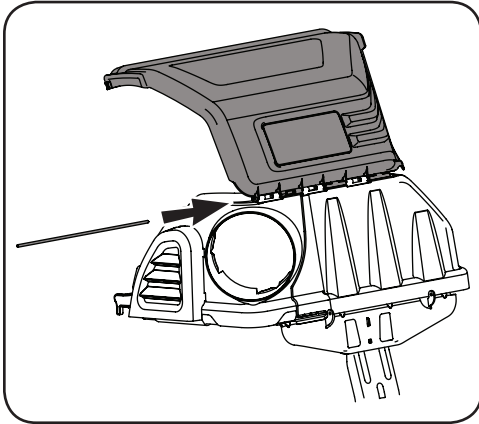

Figure 4-18
8. Installez les sacs collecteurs d'herbe sur leur support en insérant d'abord la partie avant du sac collecteur, puis la partie arrière jusqu'à ce que chaque sac soit correctement placé sur son support. Voir Figure 4-18.